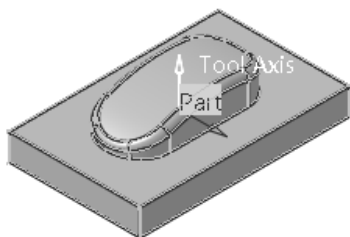

图 3-215 定义检查余量 (13)
- 定义检查余量（13）。双击“Offset on part”，弹出“Edit Parameter”对话框，可设置余量大小为“0.5” mm，如图 3-215 所示。